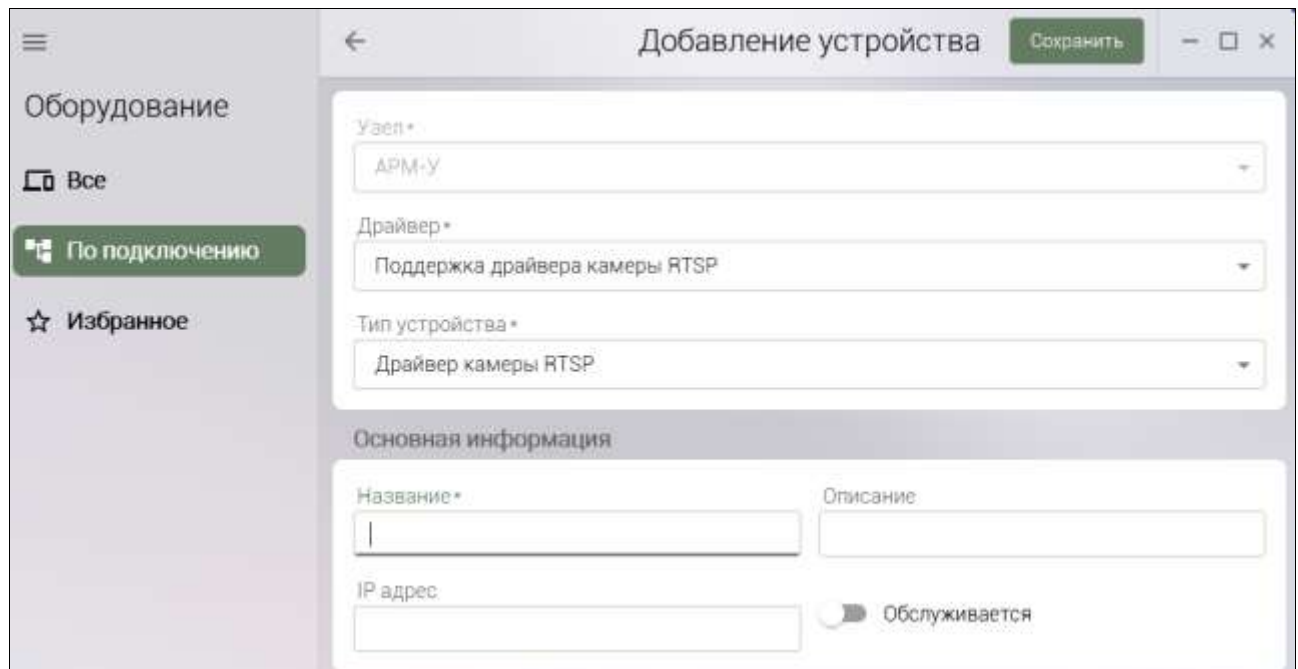

Рисунок 18– Страница подключения устройства видеокамера
2) В поле Драйвер выбрать Поддержка драйвера камеры RTSP, в поле тип устройства выбрать Драйвер камеры RTSP. В открывшихся полях ввести Название и Описание нового устройства, задать IP-адрес подключаемой видеокамеры, выбрать Обслуживается для включения устройства (Рисунок 18).
2) В поле Драйвер выбрать Поддержка драйвера принтера, в поле тип устройства выбрать принтер. В открывшихся полях ввести Название и Описание нового устройства, выбрать тип подключения принтера USB или IPP, выбрать Обслуживается для включения устройства (Рисунок 18). Название подключаемого принтера должно обязательно совпадать с прописанным в подсистеме печати на данном компьютере.